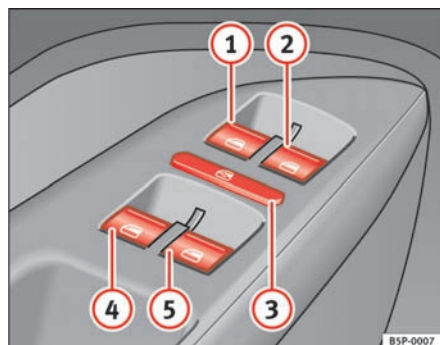

Fig. 69 Udsnit af førerdøren: betjeningssele-menter til ruderne foran og bagi
Kontakterne ⇒ side 106, fig. 69 ① og ② har to trin til åbning og to trin til lukning af ruden. Det gør det nemmere at åbne og lukke ruderne til den ønskede position.